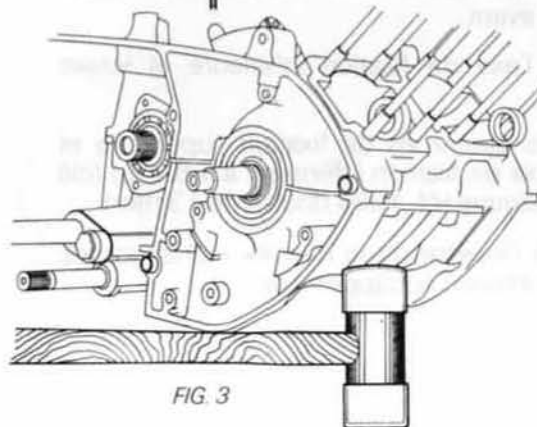

FIG. 3
- Déposer le moteur de son support et séparer les carters en tapotant légèrement à l'aide d'un maillet sur les renforts du 1/2 carter supérieur (fig. 3).